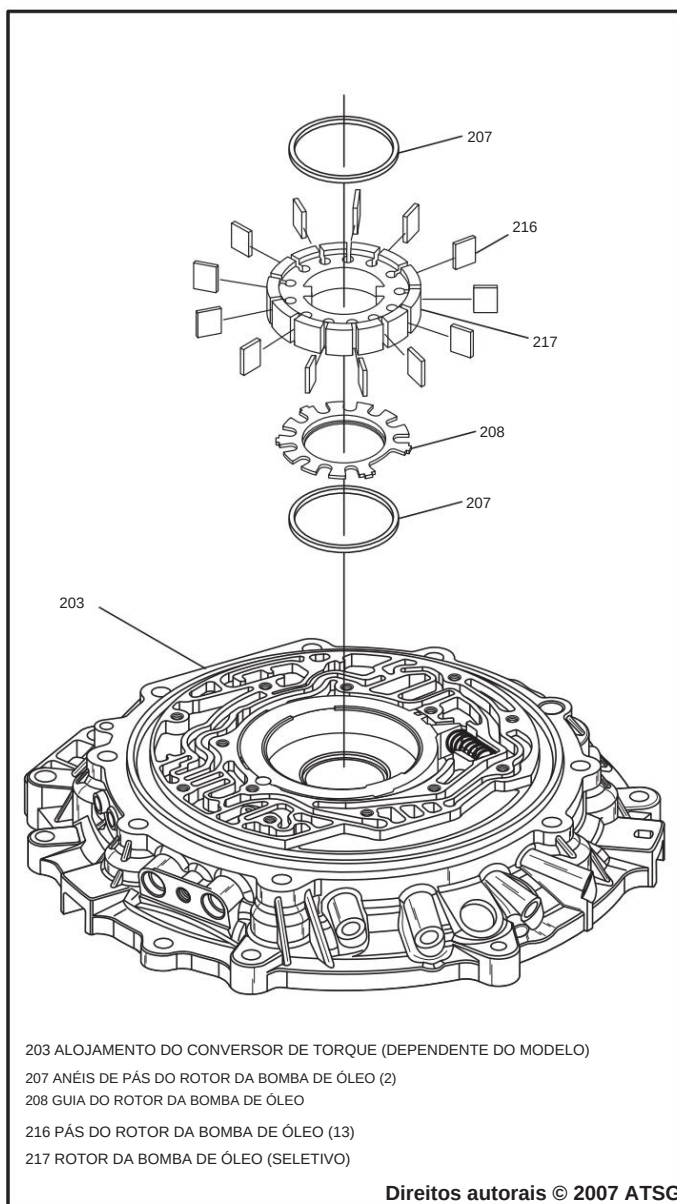

Figura 71
34. Instale um dos anéis das palhetas da bomba de óleo no compartimento da bomba, conforme mostrado na Figura 71.
36. Instale as 13 palhetas da bomba de óleo nas suas ranhuras no rotor, conforme mostrado na Figura 71.